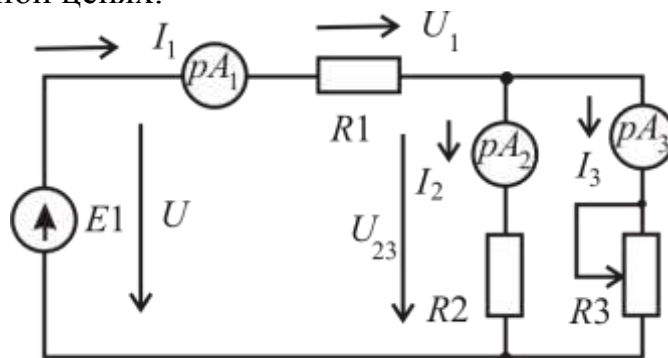

Рис. 1.3
Последовательно-параллельная цепь, приведенная на рис. 1.3, является комбинацией участков, соединенных последовательно и параллельно. К отдельным участкам такой цепи применимы соотношения между напряжениями, токами и сопротивлениями, имеющими место в последовательной и параллельной цепях.
Ток в каждой из параллельных ветвей может быть найден по формуле разброса токов в параллельных ветвях, например, для схемы рис. 1.3:
3. Для схемы на рис. 1.3 запишите формулы зависимостей $I_1=f(R3)$, $I_2=f(R3)$, $I_3=f(R3)$, $P_3=f(R3)$. Постройте по этим формулам графики.